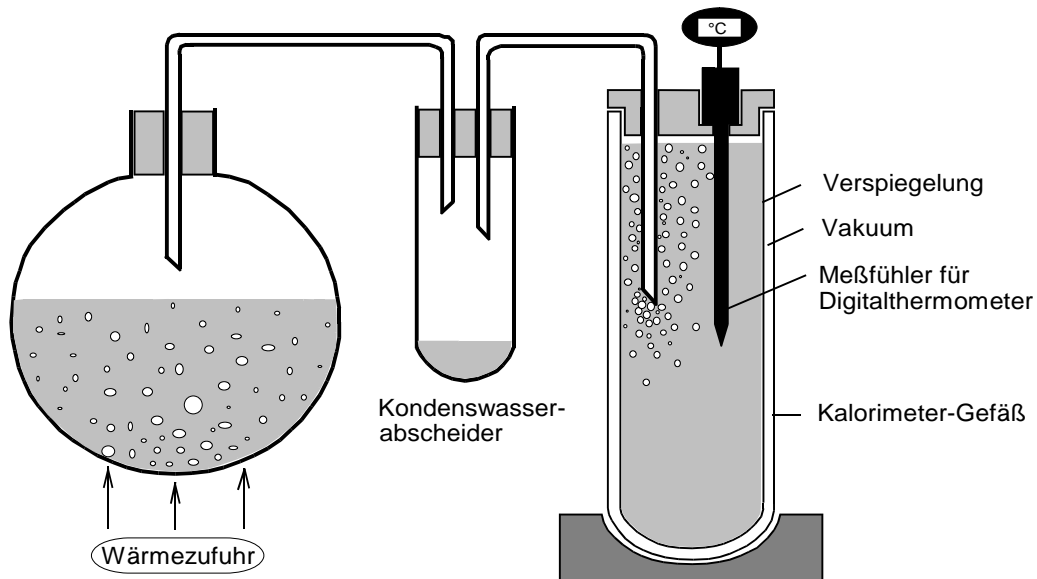

Abb. 2: Versuchsanordnung zur Bestimmung der Kondensationsenthalpie von Wasser
- Die Versuchsanordnung für die Kondensationswärmebestimmung (Abb. 2) besteht aus einem elektrisch beheizten Siedekolben mit nachgeschaltetem Kondenswasserabscheider. Dadurch soll gewährleistet werden, dass möglichst reiner Dampf in das Kalorimeter gelangt.